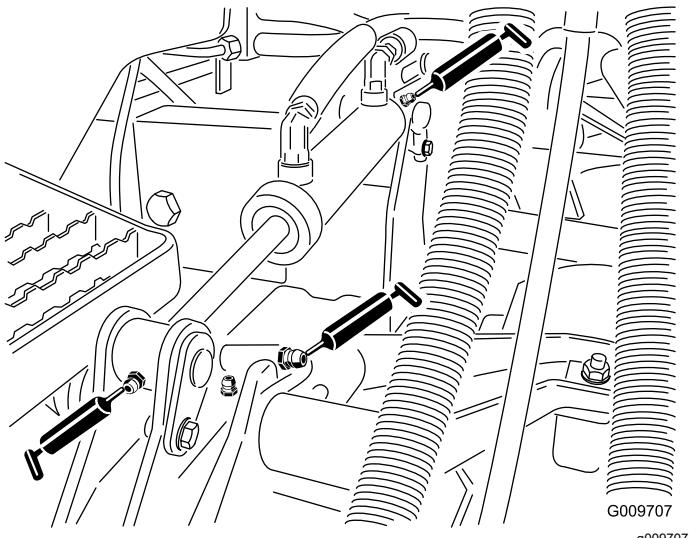

Figura 47
- Casquillos de los brazos de elevación (1 por unidad de corte), como se muestra en la Figura 47
- Casquillos de los cilindros de elevación (2 por unidad de corte), como se muestra en la Figura 47